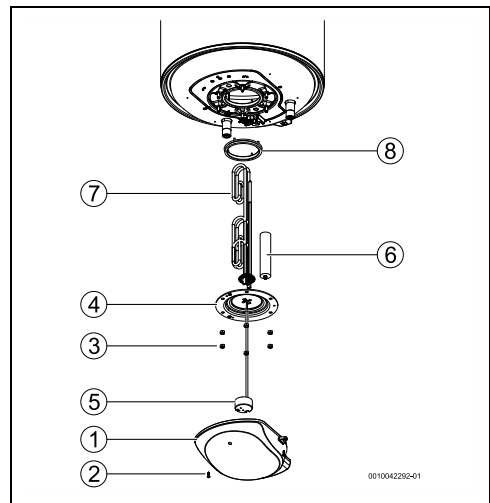

Fig. 15
- ▶ Posicionar o termóstato na posição máxima de temperatura, rodar o seletor de temperatura para a esquerda até ao batente (→ Fig. 15)